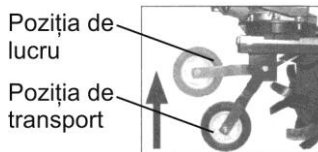

Fig. 4
-Ridicati roata de transport in pozitia de lucru(Fig.4)
Pentru a muta utilajul, mutați roata de transport în jos(Fig.4).
Roata de transport (Fig.4) este folosită pentru a ușura transportul utilajului dintr-un loc în altul. Înainte să începeți să lucrați, plasați roata pe cea mai înaltă poziție.